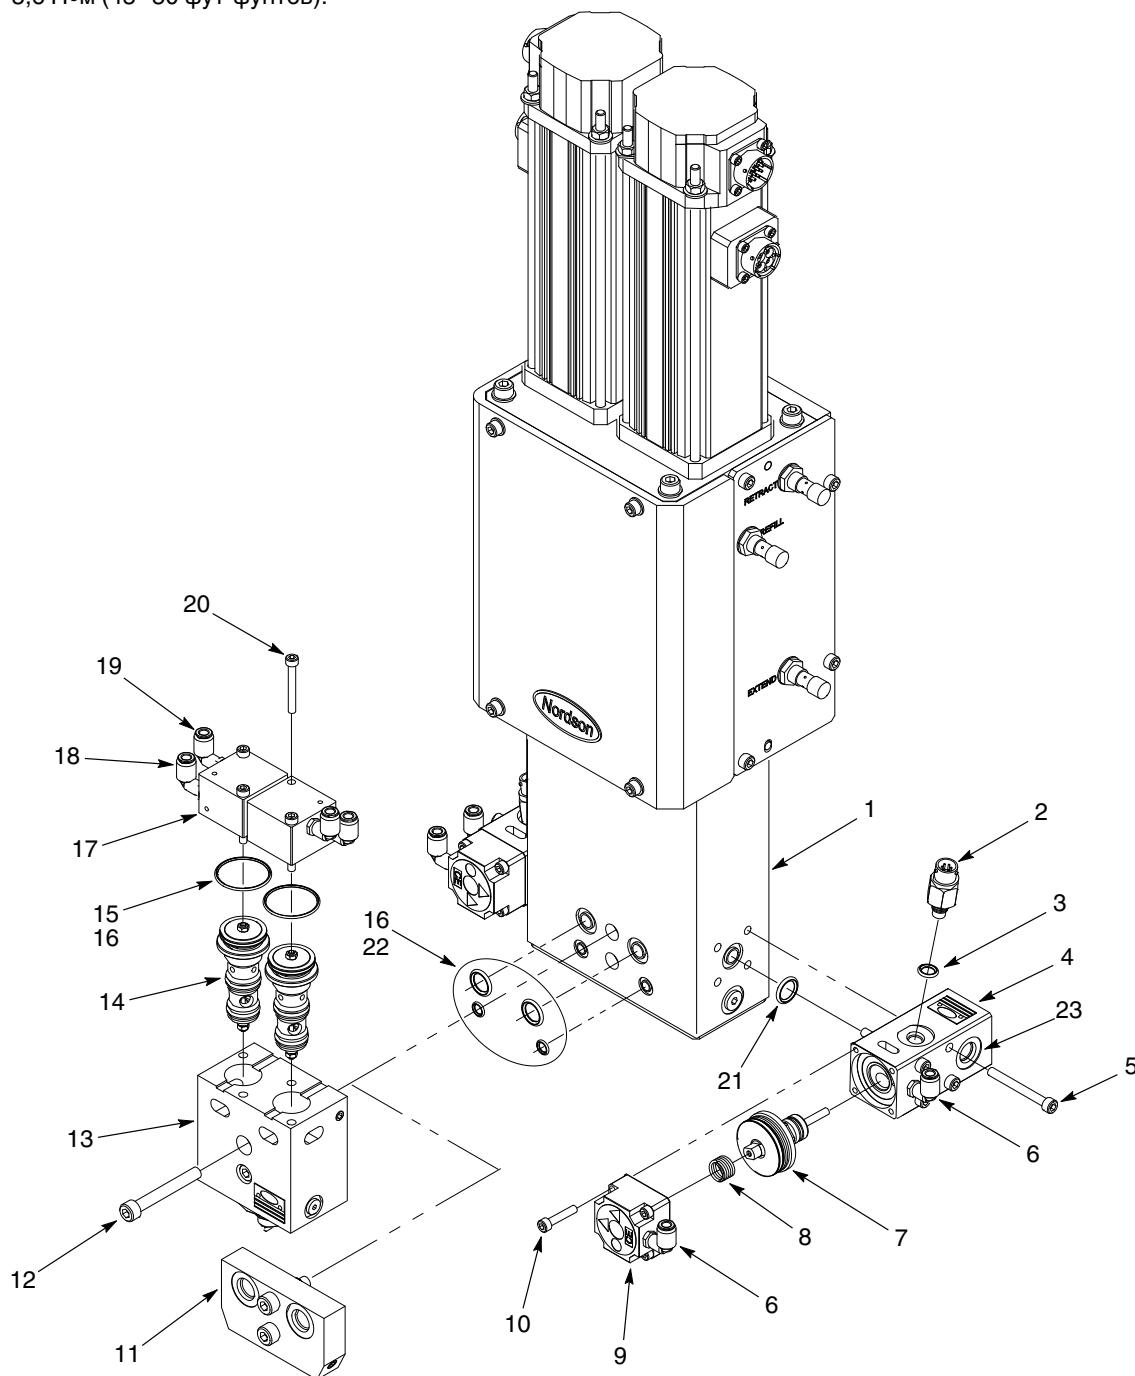

Рис. 9 Ремонт впускного и выпускного клапанов
1. См. рис. 9. Вывернуть винты (10) крепления крышки пневмоцилиндра (9) на корпусе клапана (4). Вынуть пружину (8) из корпуса клапана.
2. При помощи миниатюрной отвертки извлечь уплотнительный картридж (7) из корпуса клапана (4).
3. Установить новый уплотнительный картридж (7) в корпус клапана (4).
4. Поставить пружину (8) на уплотнительный картридж (7).
5. Смонтировать крышку пневмоцилиндра (9), используя винты (10). Затянуть винты моментом 8,5–9 Н•м (75–80 дюйм-фунтов).
2. См. рис. 9. Вывернуть винты (20) крепления крышки пневмоцилиндра (17) на корпусе клапана (13). Снять крышку пневмоцилиндра.
3. Вставив отвертку в пазы в корпусе клапана (13), поддеть и извлечь уплотнительный картридж (14).
5. Нанести соответствующую смазку (16) на уплотнительные кольца (15).
6. Вставить новый уплотнительный картридж в корпус клапана (13).
7. Смонтировать крышку пневмоцилиндра (17), используя винты (20). Затянуть винты моментом 5,65 Н•м (50 дюйм-фунтов).
8. Повторить операции 2–7 для остальных уплотнительных картриджей (14).
1. См. рис. 9. Отсоединить от впускного клапана (4) следующее:
- кабель от преобразователя давления (2)
- пневматические линии от угловых фитингов (6)
- линию материала от впускного порта (23)
2. Вывернуть винты (5) крепления впускного клапана (4) к дозатору S2K (1).
3. Снять уплотнительное кольцо (21) и проверить его на наличие повреждений. При необходимости заменить уплотнительное кольцо.
4. Снять с заменяемого впускного клапана (4) и переставить на новый впускной клапан следующие части:
- преобразователь давления (2); затянуть моментом 5–5,6 Н•м (45–50 фут-фунтов).
- угловые фитинги (6)
5. Смонтировать впускной клапан (4) на дозаторе S2K (1), используя винты (5). Затянуть винты моментом 13,5 Н•м (10 фут-фунтов).
См. рис. 9. Данная процедура относится лишь к конфигурациям, в которых выпускной клапан установлен на дозатор S2K (1). Если на дозатор S2K установлен коллектор (11), то при выполнении процедур ремонта необходимо следовать руководству, поставленному вместе с соответствующим выпускным клапаном.
2. Вывернуть винты (12) крепления выпускного клапана (13) к дозатору S2K (1).
3. Снять и выбросить уплотнительные кольца (22).
4. Нанести на уплотнительные кольца (22) соответствующую смазку (16) и вставить их в корпус (1).
5. Смонтировать новый выпускной клапан (13) на корпусе (1), используя винты (12). Затянуть винты моментом 33 Н•м (24 фут-фунтов).
1. См. рис. 9. Отсоединить кабель от преобразователя давления (2).
2. Извлечь преобразователь давления (2) из впускного клапана (4).
3. Нанести на новое уплотнительное кольцо (3) преобразователя соответствующую смазку. Установить преобразователь давления (2) во впускной клапан (4) и затянуть моментом 5–5,6 Н•м (45–50 фут-фунтов).
4. Присоединить кабель к преобразователю давления (2).